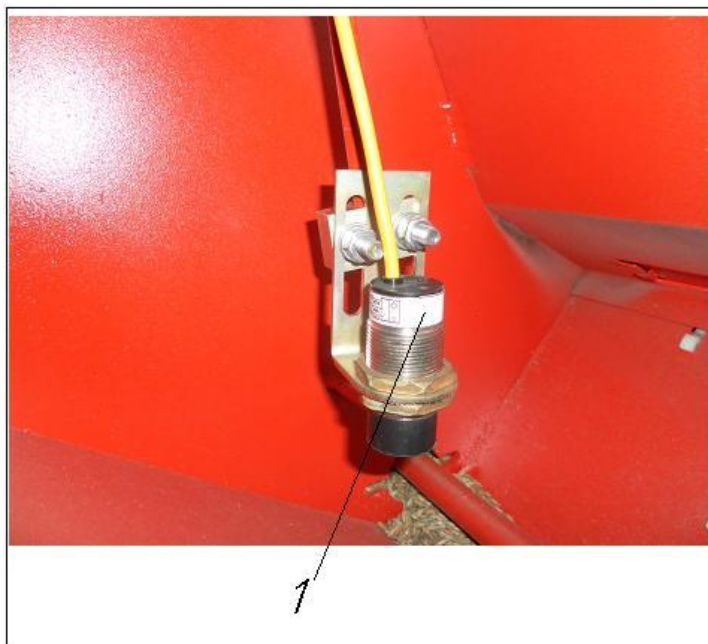

Рис.50
6.4.1. Отпустите гайки крепления держателя датчика (Рис. 50/1).